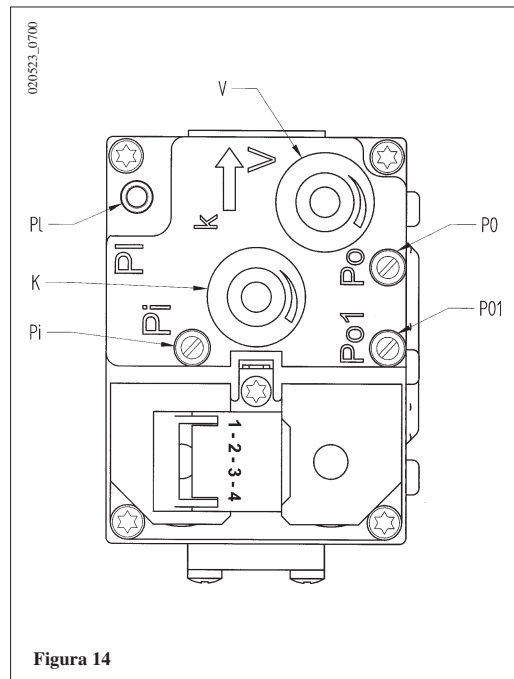

Figura 14
- a) valvola gas SIEMENS modello VDU 11 (figura 14);
1) taratura della portata termica massima. Verificare che la CO₂ misurata sul condotto di scarico, con caldaia funzionante alla massima portata termica, sia quella riportata nella tabella 1. In caso contrario agire sulla vite di regolazione (V) presente sulla valvola gas.
a) valvola gas SIEMENS modello VDU 11 (figura 14): ruotare la vite in senso orario per aumentare il tenore di CO₂ ed in senso antiorario per diminuirlo;